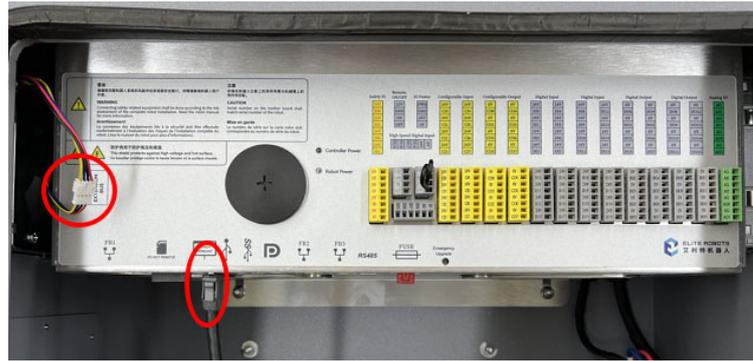

图 3-38 安装钣金、螺母，重连线缆
- 将安装钣金模块装回箱体，装好 4 颗防松螺母，接上风扇连接线，接上示教器线缆，如图 3-38 所示：